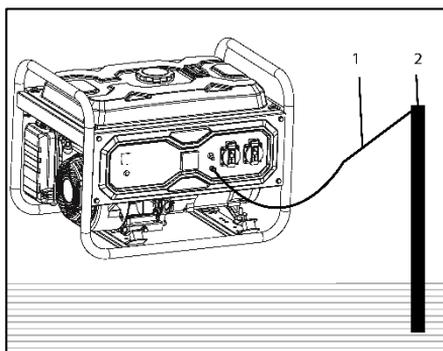

Рис.5
Інший кінець проводу (1) під'єднайте до металевої труби, арматури, тощо (2) (Рис. 5).